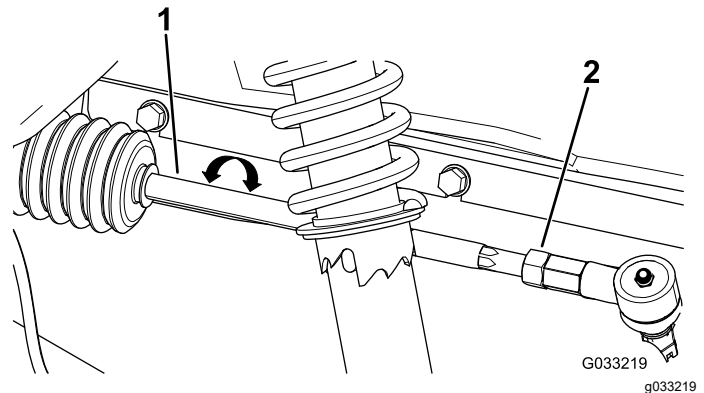

Bild 58
2. Wenn der Wert nicht zwischen 0-6 mm liegt, lösen Sie die Klemmmuttern am äußeren Ende der Spurstangen (Bild 58).